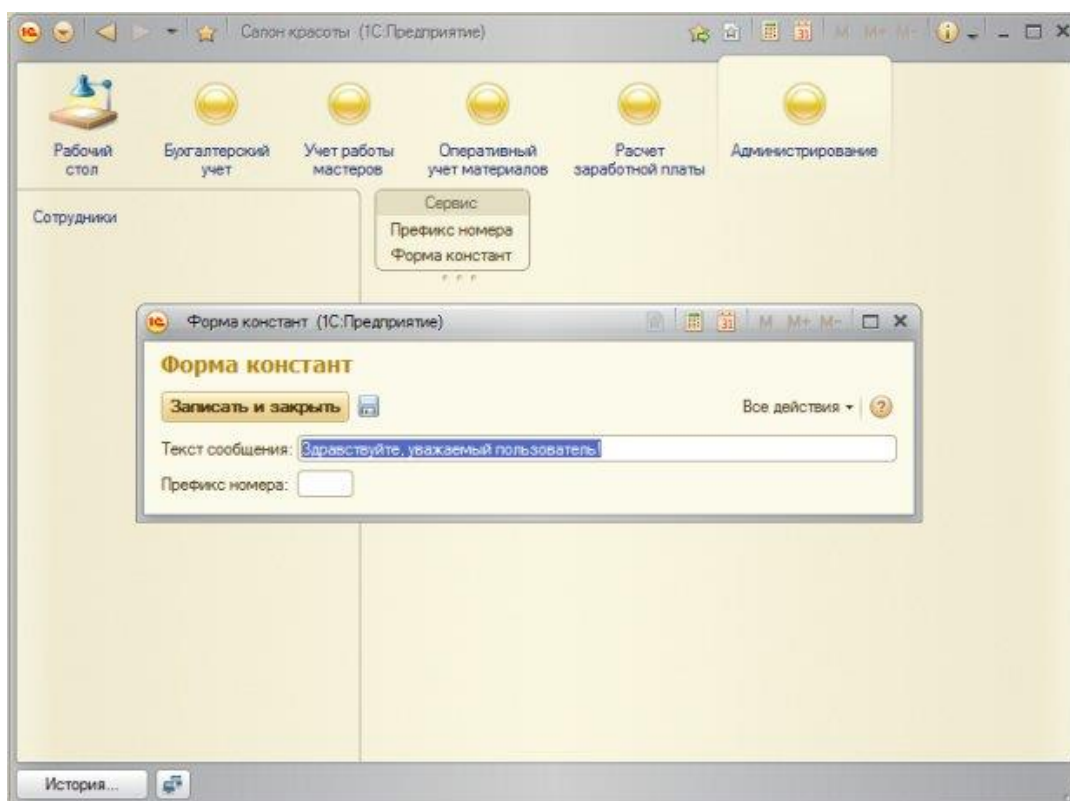

Рисунок 5.11- Окно редактирования формы
7.4 Форму констант так же нужно включить в одну из подсистем. Включим ее в подсистему **Администрирование**, посмотрим, что у нас получилось, Рисунок 5.11.